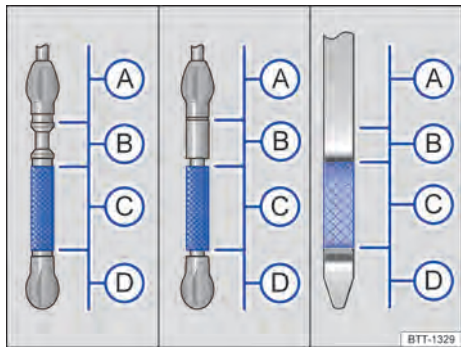

Fig. 237 Marcações do nível do óleo do motor na vareta de medição do óleo (variantes).
6. Retirar novamente a vareta de medição do óleo do motor e ler o nível no óleo do motor na vareta de medição da seguinte maneira → Fig. 237:
12. Ao final do processo de reabastecimento, o nível do óleo do motor deve se situar no mínimo no meio da faixa → Fig. 237 Ⓒ. O nível não deve se situar acima de Ⓒ, estar na faixa Ⓑ e não pode estar na faixa Ⓐ → Página 327.
- Se, por descuido, tiver sido reabastecido excesso de óleo do motor e se, depois disso, o nível do óleo do motor se encontrar na faixa → Fig. 237 Ⓐ, não dar a partida no motor. Notificar uma empresa especializada e, se necessário, procurar auxílio técnico especializado. Caso contrário, o catalisador e o motor podem ser danificados!
O nível do óleo do motor não deve estar acima da faixa → Fig. 237 Ⓑ. Caso contrário, o óleo pode ser aspirado pelo dispositivo de ventilação do cárter e chegar à atmosfera por meio do sistema de escape.